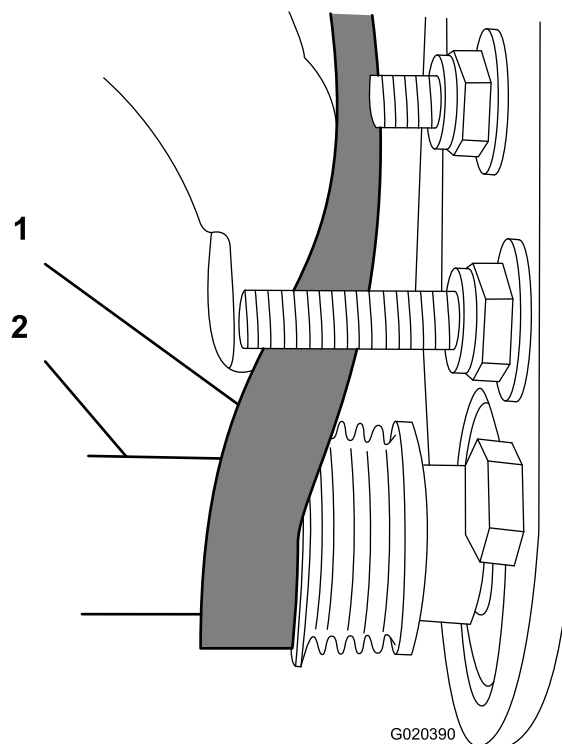

Figure 36
- Avec une clé à douille profonde de 9/16 pouce, tournez la brosse et guidez la courroie sur la poulie menée (Figure 36).